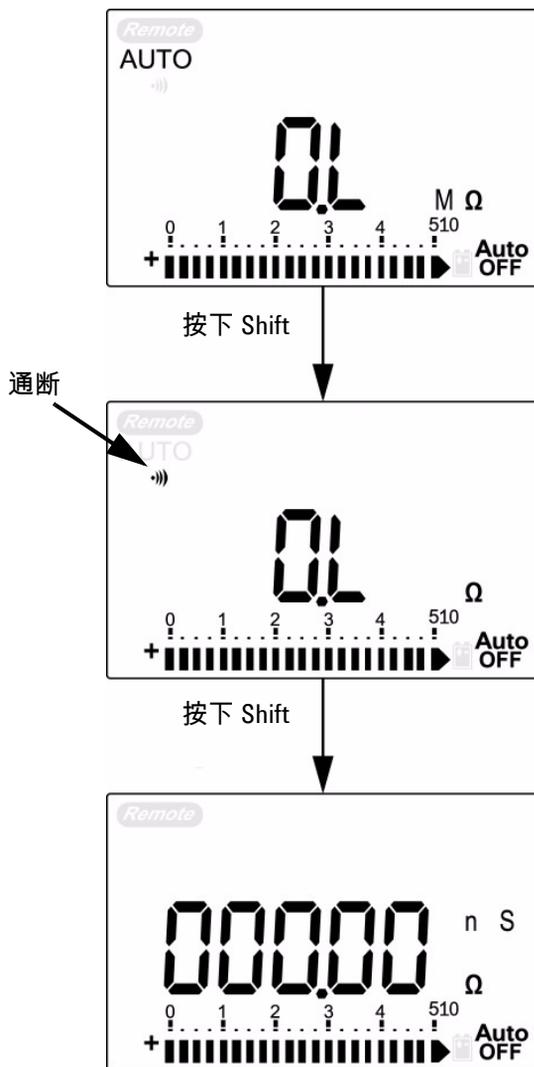

图 2-8 通断、电导和电阻测试。
- 4 按下  可在通断测试、电导测试和电阻测试之间滚动 (如图 2-8 中所示)。